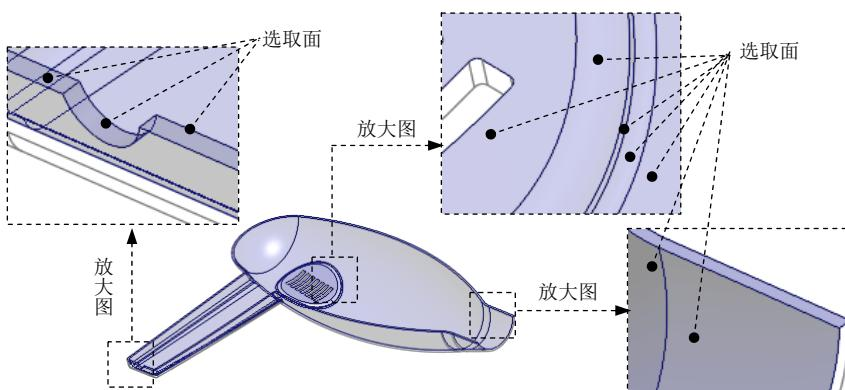

图 8.34 定义选取面
(3) 定义聚合选取。
① 在“聚合选取”菜单中选择 **Surfaces (曲面)** → **Done (完成)** 命令。然后在图形区中按住 Ctrl 键选取模型的所有内表面，如图 8.34 所示的加亮曲面，在“选择”对话框中单击 **确定** 按钮，单击 **Done Refs (完成参考)** 命令。系统弹出 **FEATURE REFS (特征参考)** 菜单和“选择”对话框。